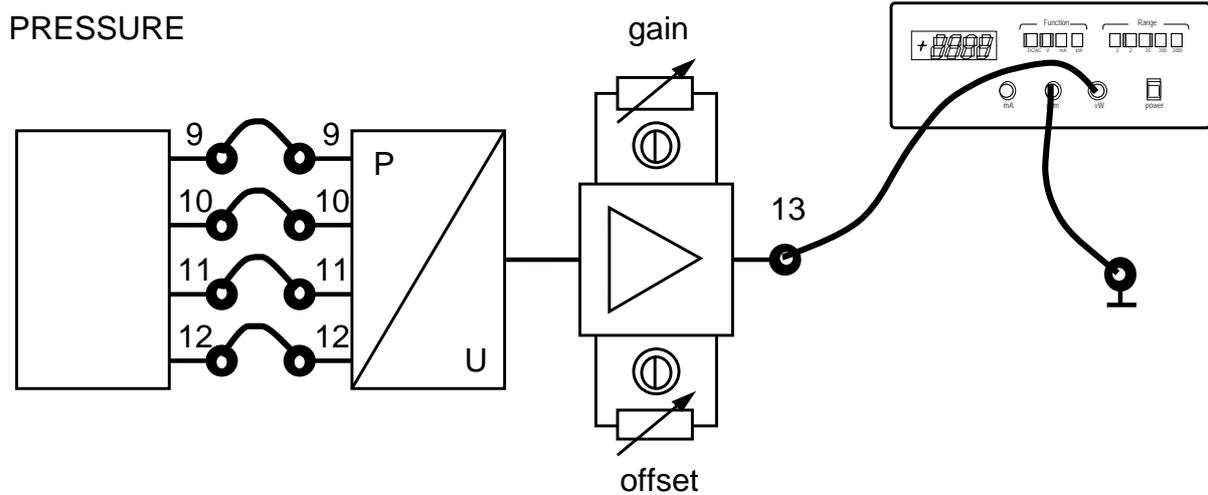

Fig. 26.2
- 2) Conectar los casquillos 9, 10, 11 y 12 del sensor de presión PRESSURE a los casquillos 9, 10, 11 y 12 de la respectiva interface (ficha 26.1 fig 26.2).
- 4) Apretar el interruptor general (ON).